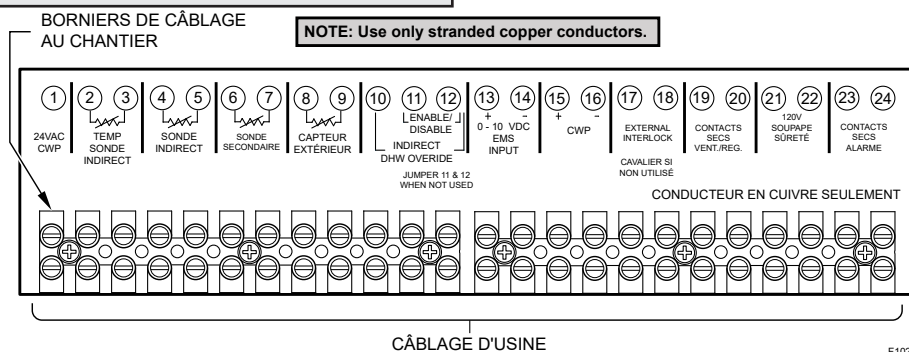

Figure 31. Câblage basse tension au chantier
4. Connectez un système de gestion de l'énergie ou tout autre module de commande auxiliaire aux bornes marquées 0-10V (+/-). Voir **Figure 31**. Portez une attention particulière pour éviter que toute partie du circuit +0-10 V n'entre en contact avec une surface mise à la terre.
Connectez le câblage aux bornes Enable/Disable (bornes 11, 12), comme illustré à la **Figure 31**, à la place du cavalier qui avait été installé à l'usine. Toute fermeture des contacts secs, notamment ceux d'un thermostat distant, reliés à ces bornes, mettra la chaudière en marche.
1. Lorsque la sonde système (S3) est utilisée, connectez ses fils aux bornes (6, 7) marquées SYSTEM SENSOR. Voir **Figure 31**.
1. Si le système doit comporter un capteur extérieur, connectez les fils du capteur aux bornes (8 et 9) marquées OUTDOOR SENSOR. Voir **Figure 31**.
Connectez les fils de la sonde du chauffe-eau indirect aux bornes (8 et 9) marquées INDIRECT DHW SENSOR. Voir **Figure 31**. Veillez à ce qu'aucune des bornes ne soit mise à la terre. Lors de l'utilisation de la sonde du chauffe-eau indirect pour réguler la température du réservoir, les contacts de contournement (override) du chauffe-eau indirect doivent être fermés.
2. Connectez le débitmètre de la boucle secondaire aux bornes 6 et 7 du bornier de la chaudière principale. Voir **Figure 31**.
3. Connectez le capteur de température extérieur aux bornes 8 et 9 du bornier de la chaudière principale. Voir **Figure 31**.
4. Connectez le câblage Enable/Disable aux bornes 6 et 7 du bornier de la chaudière principale. Cette connexion doit être fournie par la fermeture des contacts secs. Voir **Figure 31**. L'application d'une tension de 24 VCA à ces bornes entraînera la fonte du fusible de la carte PIM.
Les bornes de l'alarme sont des contacts secs d'une capacité de 3A devant être raccordés à un relais normalement ouvert qui se referme en cas de panne ou de verrouillage. La tension maximale à travers ces contacts est de 30 VCA ou 30 VCC. Voir Connexions à effectuer au chantier, **Figure 31**.